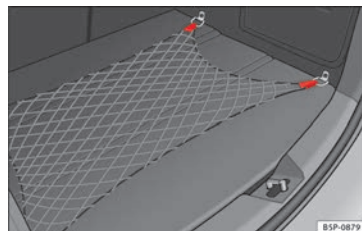

Bild 111 Bagageutrymmets förvaringsnät.
- Använd monteringsringarna på sidan av förvaringsutrymmet för att sätta fast förvaringsnätet » **bild 111**.